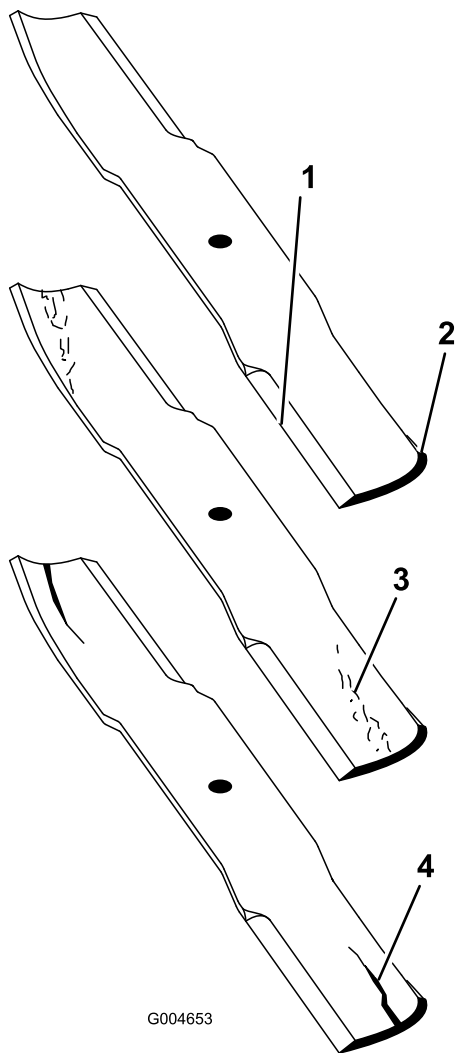

Bild 93
- Prüfen Sie die Schnittkanten des Messers sorgfältig, insbesondere dort, wo die geraden Flächen die gebogenen berühren (Bild 93). Da Sand und anderes reibendes Material das Metall abschleifen kann, das die flachen und die gebogenen Teile verbindet, müssen Sie das Messer vor jedem Einsatz des Rasenmähers prüfen. Wenn Sie Abnutzungen (Bild 93) feststellen, sollten Sie das Messer auswechseln.
Wenn sich das Messer abwetzen kann, bildet sich ein Schlitz zwischen dem Windflügel und dem flachen Teil des Messers (Bild 93). Zuletzt kann sich ein Stück des Messers lösen und aus dem Gehäuse ausgeschleudert werden. Das kann zu schweren Verletzungen bei Ihnen selbst und Unbeteiligten führen.